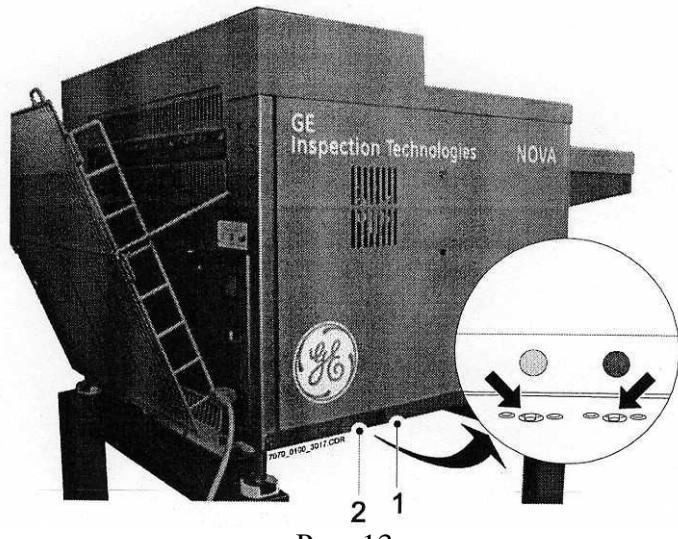

Рис. 13
Резервуары для проявителя и фиксажа проявочной машины NOVA оборудованы устройством защиты от перегрева. Когда это устройство отключает нагревательный элемент, его можно включить снова, нажав выключатель отпускания реле защиты от перегрева. Оба выключателя расположены на дне проявочной машины с левой стороны, если смотреть в направлении подачи пленки (рис. 13).
- Спускные краны для отдельного стока химикатов, участвующих в процессе, промывочной воды и чистящих продуктов (см. рис. 13).